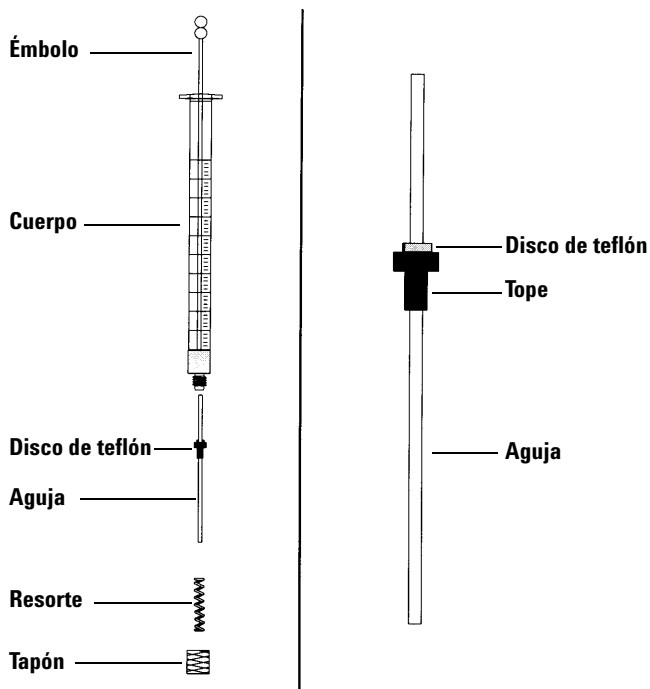

Figura 108 Piezas de la jeringa
Para insertar una aguja en el cuerpo de la jeringa (Figura 108):
- 2 Asegúrese de que la aguja tenga un disco de teflón (Figura 108). Si el cuerpo de la jeringa no tiene el disco de teflón, siga las instrucciones de la caja de la jeringa para envolver la aguja.